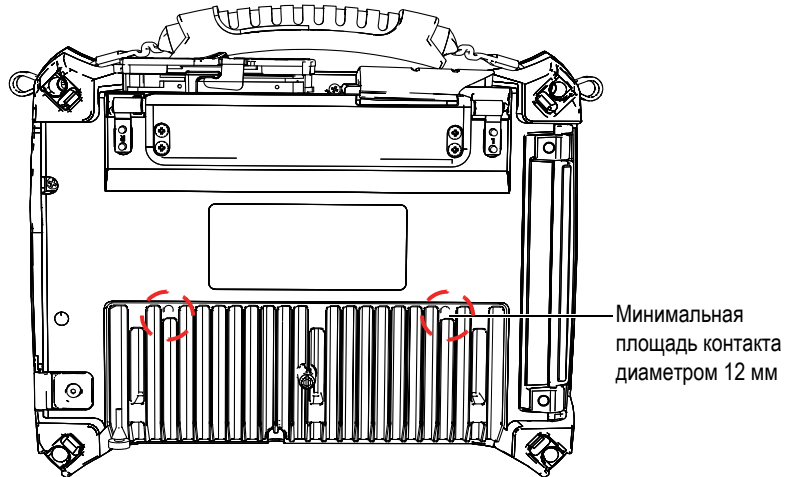

Рис. 2-9 Контактная поверхность
- Убедитесь, что площадь контакта между опорной поверхностью и прибором составляет как минимум 12 мм в диаметре (см. Рис. 2-9 на стр. 37).